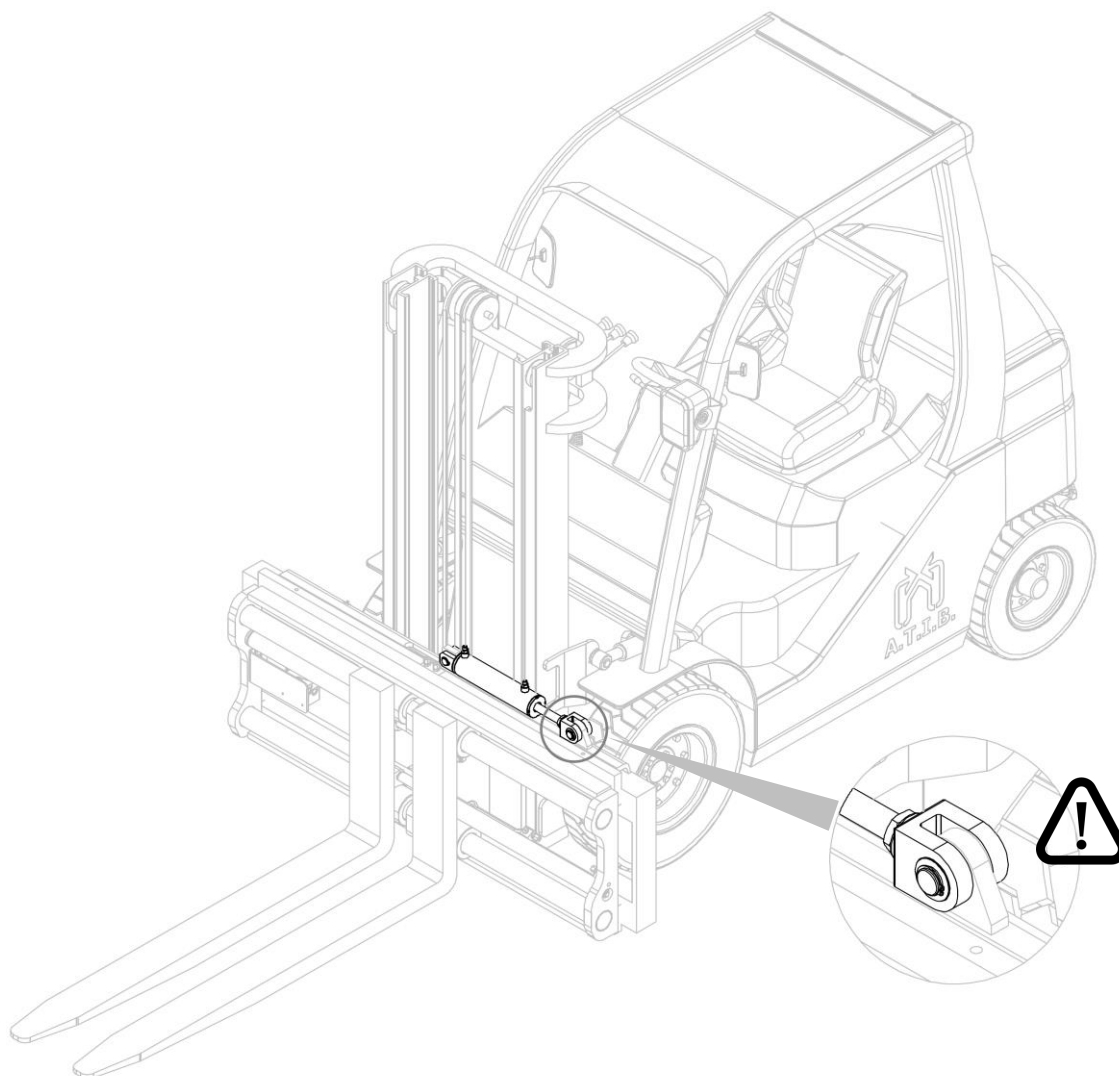

Figura 9
10. Riposizionare il cilindro traslatore, attraverso gli appositi perni e anelli elastici precedentemente rimossi (vedi *Figura 9*).